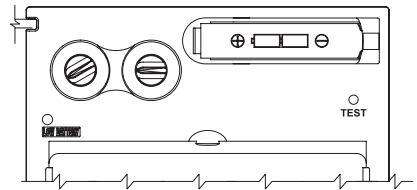

bild.1
- **Installation av batteri.** När indikatorn för lågt batteri lyser röd, byt batteri omedelbart. Installera det nya batteriet enligt positiv och negativ märkning på batteriburken (se bild 1).
- **TEST.** Tryck och håll nere test för att förhandställa mörkhetsvalet innan svetsning (se bild 1). När du släpper test återvänder visningsfönstret automatiskt till det ljusa tillståndet (DIN 3.5).